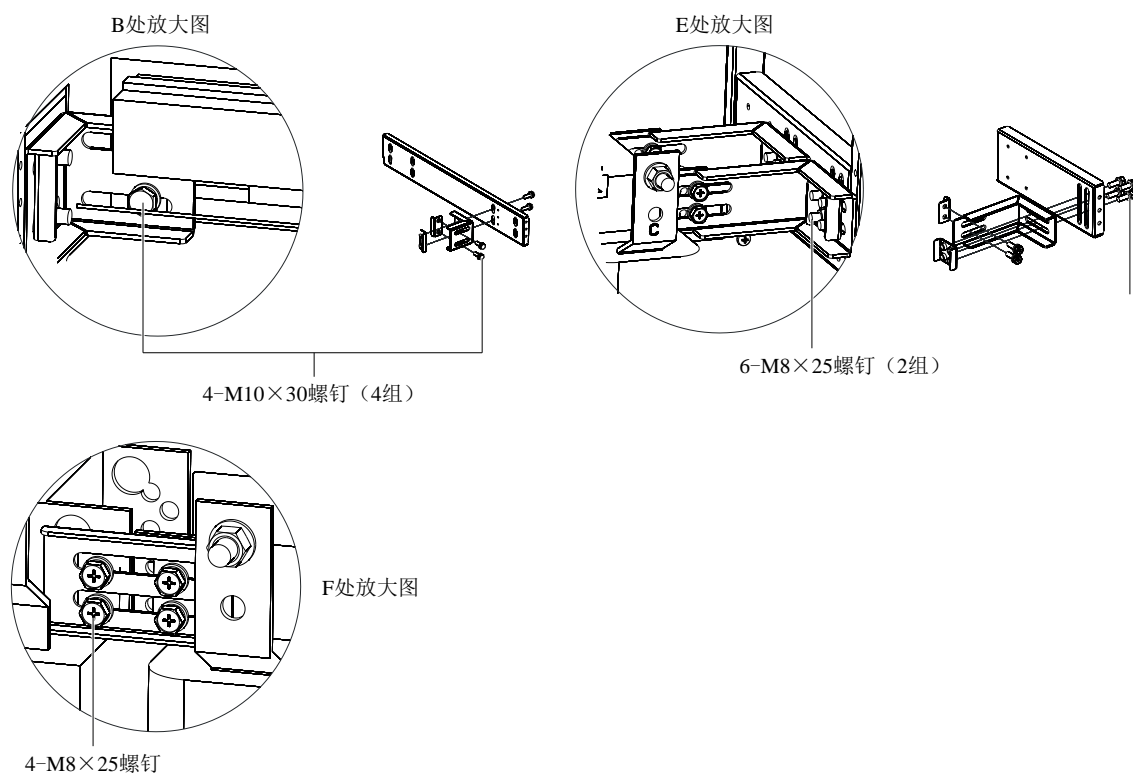

图17 拆除固定件放大图
1. 拆除变压器 A 处、B 处、C 处、D 处 M10 螺钉总共 16 个，如图 17 的 B 处放大图所示。注意保留拆下的螺钉。
2. 拆除 E 处的 6 个螺钉，如图 17 的 E 处放大图所示。注意保留拆下的螺钉。
3. 拆除 F 处的 4 个固定螺钉（11th 滤波器选件），如图 17 的 F 处放大图所示。注意保留螺钉，H 处的拆除步骤同 E 处。